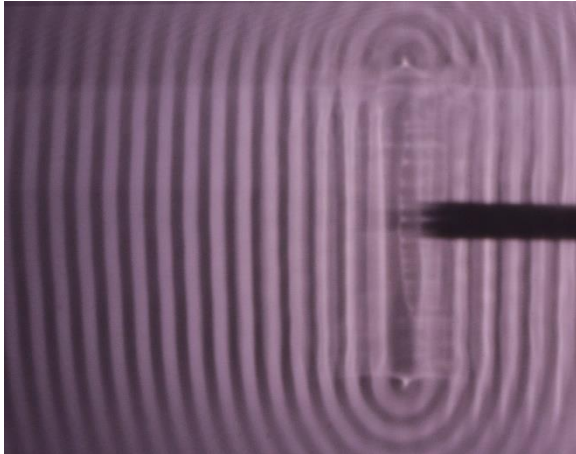

Fig. 1a: Generación de ondas planas
- Inserte los excitadores de ondas adecuados uno tras otro en el brazo hasta que queden completamente asentados, fíjelos con el tornillo moleteado y genere ondas planas, ondas circulares u ondas circulares interferentes según corresponda (Fig. 1a - d). Ajuste la profundidad de inmersión de cada excitador de ondas fijando la altura del soporte de modo que el borde inferior del excitador de ondas toque ligeramente la superficie del agua.